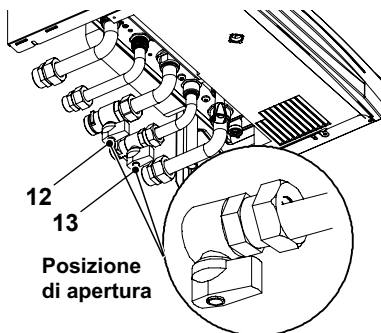

Figura 6.1
- Aprire il rubinetto del contatore gas e quello della caldaia 12 in Figura 6.1.
- Aprire il rubinetto 13 in Figura 6.1